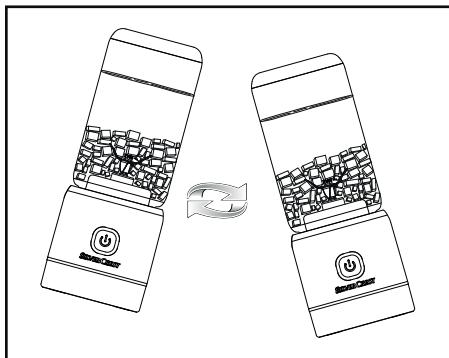

Fig. 1
- 4) Pour que les ingrédients se répartissent mieux, vous pouvez déplacer l'appareil pendant qu'il broie les aliments. Pour ce faire, tenez l'appareil dans la main et effectuez des mouvements de va-et-vient oscillants (voir fig. 1). Veillez à ce que le gobelet 4 ne se détache pas du bloc moteur 9.